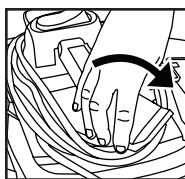

FIGURE 32
54. Saisissez les côtés de la section arrière du rebobineur et tournez un demi-tour dans le sens horaire pour le remettre dans sa position d'origine. **FIGURE 32.**